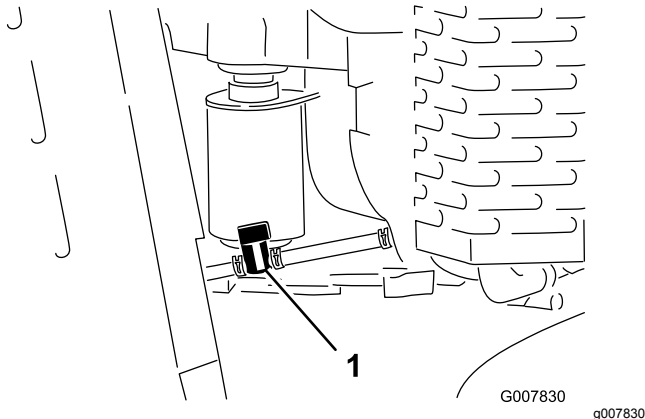

Bild 35
3. Schließen Sie den Kraftstoffhahn (**Bild 35**).
4. Drücken Sie die Enden der Schlauchklemme an der Motorseite des Kraftstoffhahns zusammen und schieben Sie ihn an der Kraftstoffleitung vom Ventil weg (**Bild 35**).
5. Ziehen Sie die Kraftstoffleitung vom Ventil (**Bild 35**).